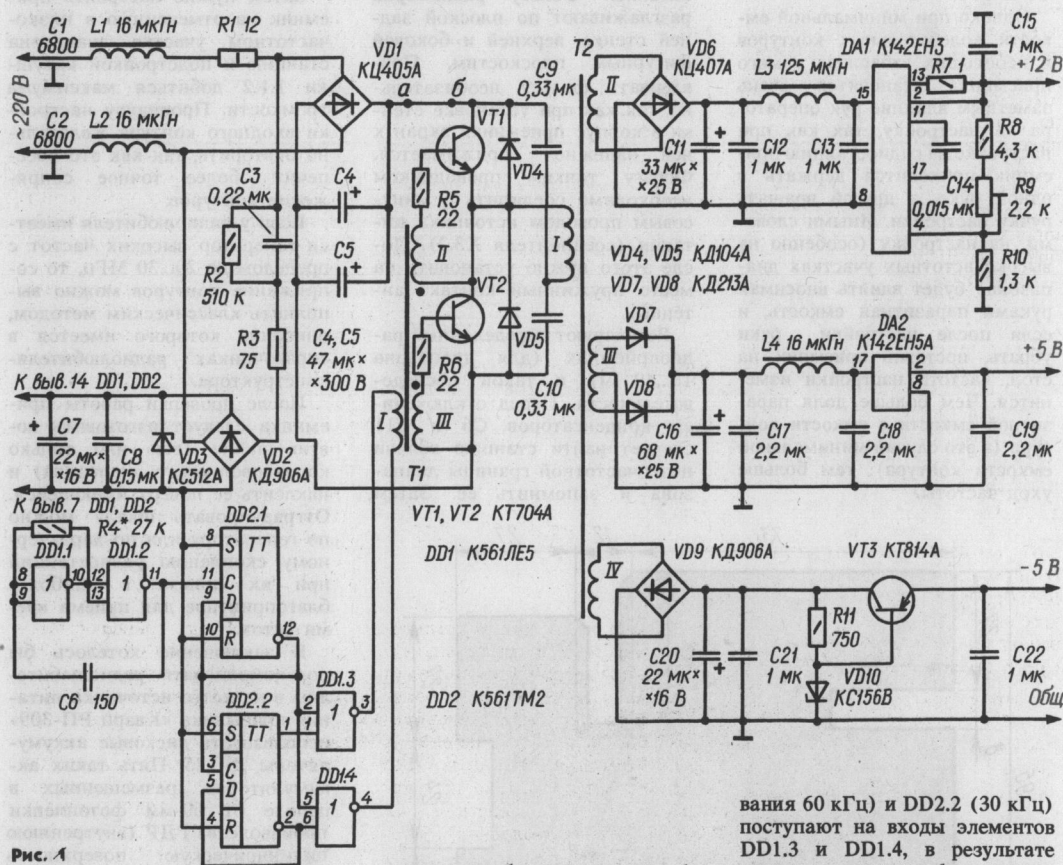
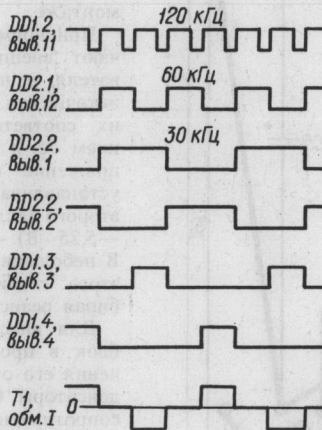

Рис. 1
Рис. 2
питания изображена на рис. 1, а диаграммы сигналов в его характерных точках — на рис. 2. Первичная (I) обмотка основного трансформатора Т2 преобразователя включена в диагональ моста, образованного транзисторами VT1, VT2 и конденсаторами C9, C10. Базовые цепи этих транзисторов питаются от обмоток II и III трансформатора
вания 60 кГц) и DD2.2 (30 кГц) поступают на входы элементов DD1.3 и DD1.4, в результате чего на их выходе формируются импульсные последовательности со скважностью 4. Их разность (рис. 2, диагр. «Т1, обм. I») имеет вид импульсов чередующейся полярности длительностью около 8 мкс с паузами такой же продолжительности между ними.
с пределом измерения 100 мА, а к выходу среднего (по схеме) источника выходного напряжения — резистор сопротивлением 5 Ом с рассеиваемой мощностью не менее 5 Вт. После этого к выводам конденсатора С7 через резистор сопротивлением 510 Ом (0,5 Вт) подключают внешний источник постоянного напряжения 20 В и проверяют на соответствие диаграммам на рис. 2 форму сигналов в характерных точках формирователя импульсов. Сигналы, снятые с базы транзисторов VT1, VT2 относительно их эмиттера, должны соответствовать нижней по рисунку диаграмме. Для получения необходимой частоты повторения импульсов подбирают резистор R4 или конденсатор С6.
Описанный блок питания обеспечивает по источнику +12 В максимальный ток 300 мА, по источнику +5 В — 1 А и по источнику —5 В — 50 мА. Однако, если диоды VD7, VD8 снабдить теплоотводами или установить их на заднюю стенку компьютера через слюдяные прокладки, максимальный ток источника +5 В можно поднять до 2 А. Максимальный ток источника —5 В можно увеличить до 100 мА, если позаботиться о дополнительном охлаждении транзистора VT3. Следует иметь в виду, что форма сигнала на обмотках трансформатора Т2 близка к показанной на рис. 2 (диагр. «Т1, обм. 1»), но только при чисто активной нагрузке.